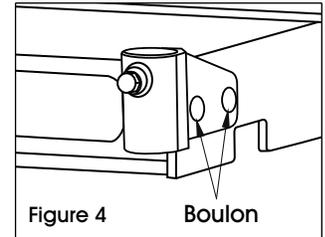

Figure 4 Boulon
2. Glissez les deux boulons à travers les deux trous de boulon du côté droit du cadre de la base de la benne. (Voir Figure 4)